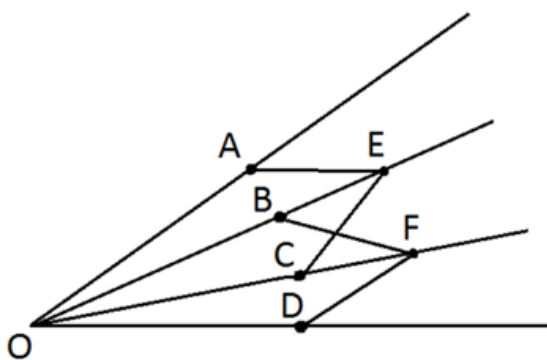

Рис. 4. Схема механизма Декарта
**Механизм Декарта.** Декарт придумал механизм, позволяющий производить трисекцию угла (рис. 4). В этом механизме шарниры O, A, B, C и D закреплены и не могут передвигаться по рейкам, а шарниры E и F свободно передвигаются вдоль реек OE и OF. Необходимые условия:  $OA = OB = OC = OD$  и  $AE = CE = BF = DF$  [2]. Данный механизм достаточно прост в изготовлении и использовании, но имеет ограниченный градусный диапазон.